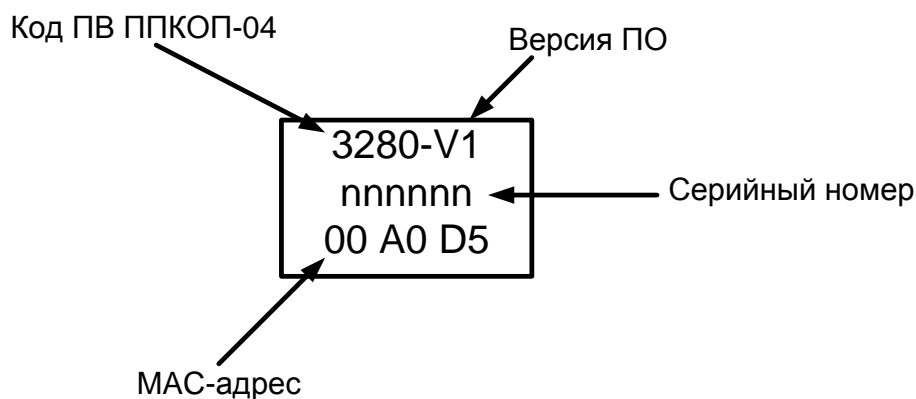

Рисунок 3 - Шильдик на плате пульта
- в поле **«MAC адрес»** введите уникальный трехбайтовый код MAC-адреса (см. рисунок 3).